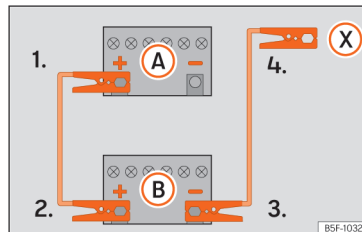

Abb. 80 Anschlussschema für Fahrzeuge ohne Start-Stopp-System.
2. Klemmen Sie ein Ende des roten Starthilfekabels an den Pluspol (+) des Fahrzeugs mit der entladenen Fahrzeugbatterie (A) » » » Abb. 80.
3. Klemmen Sie das andere Ende des roten Starthilfekabels an den Pluspol (+) des Strom gebenden Fahrzeugs (B).
- 4a. Bei Fahrzeugen ohne Start-Stopp-System: klemmen Sie ein Ende des schwarzen Starthilfekabels an den Minuspol (-) des stromgebenden Fahrzeugs (B) » » » Abb. 80.